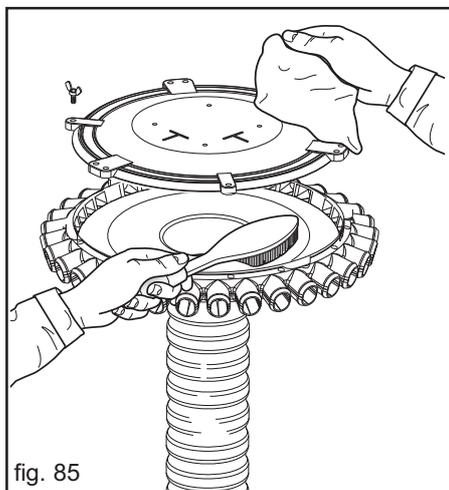
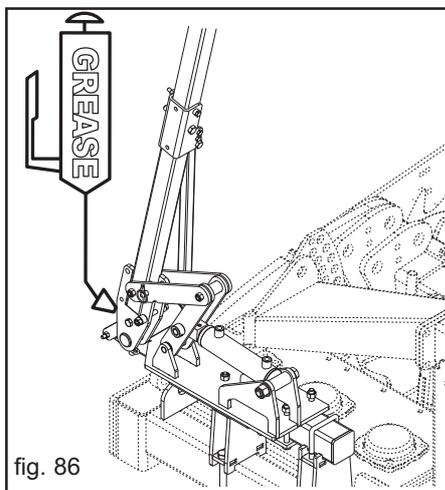
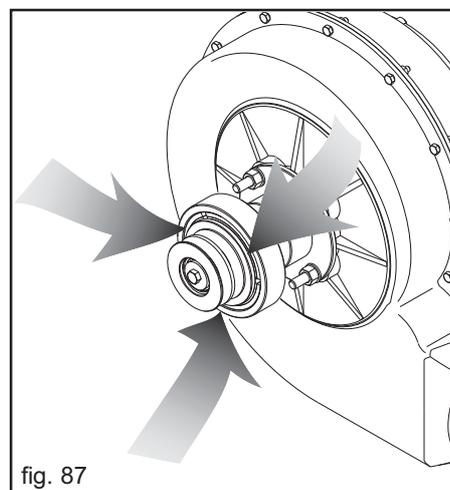
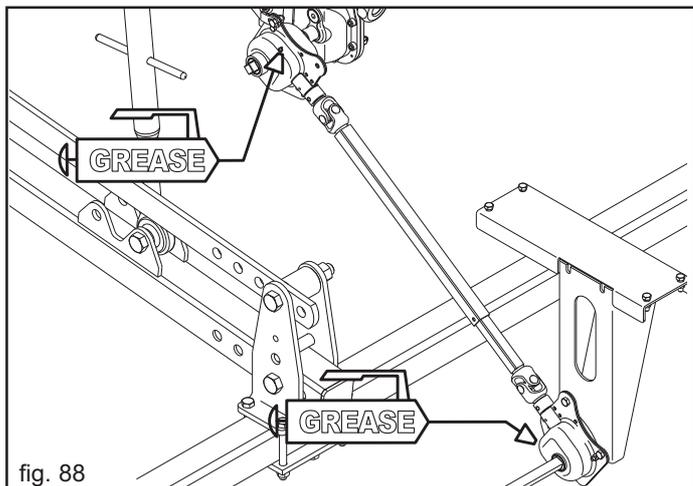

fig. 85
fig. 86
fig. 87
fig. 88
ALLE 50 ARBEITSSTUNDEN	<ul style="list-style-type: none"> - Den Dosiervorrichtungskörper vollständig und sorgfältig reinigen (siehe Kap. 3.5.1). - Streukopf vollständig und sorgfältig reinigen (Abb. 85): <ul style="list-style-type: none"> • Flügelmutterschrauben lösen und entfernen (A); • Deckel des Streuers abnehmen (B); • die Metallteile mit einer Bürste und die Kunststoffteile mit einem Lappen reinigen; • Deckel aufsetzen und mit den Flügelmutterschrauben festmachen. - Den Bolzen des Spurreisserarms schmieren (Fig. 86). - Die Rutschkupplung des Gebläses mit einem Luftstrahl reinigen (Abb. 87). - Die Antriebsübersetzung der Gelenkwellen schmieren (Fig. 88).